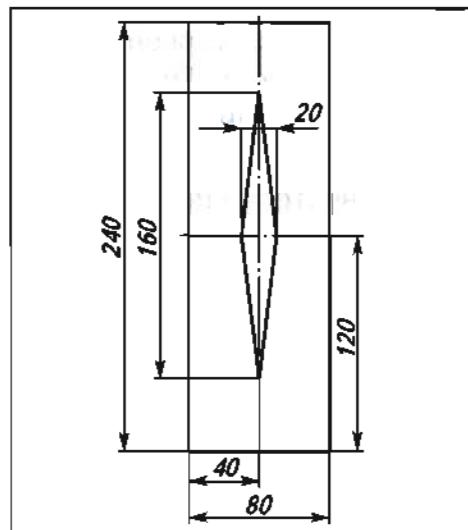

Рис. 51. Чертёж сплошной
2. Точно выполните операции по обработке сплошной вытачки на образце, изготовленном по чертежу (рис. 51).